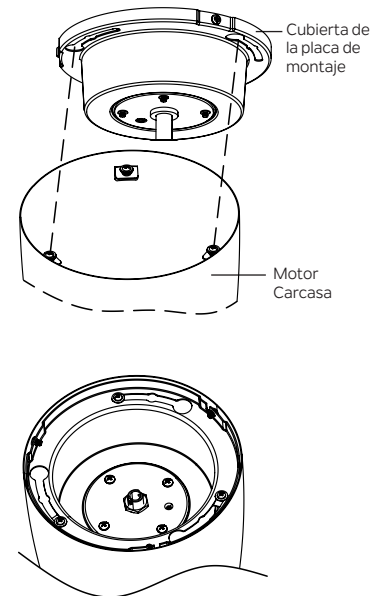

Figura 12b
**Paso 2.** Gire la carcasa del motor a la derecha hasta que los tres tornillos encajen en el extremo de los orificios rasgados. (Figura 12b)